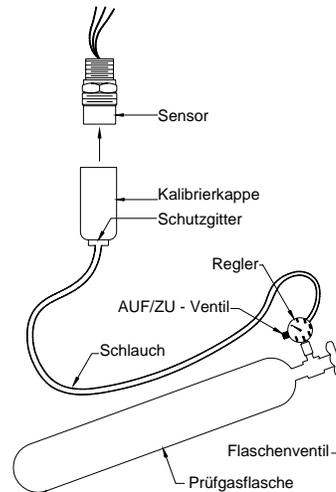

Abbildung 42 - tragbares Kalibriergerät
3. Stecken Sie die Kappe des tragbaren Kalibriergerätes über den Sensor (Abbildung 42). **HINWEIS:** Stecken Sie die Kappe erst über den Sensor, wenn das Display des Gerätes "AC" anzeigt.